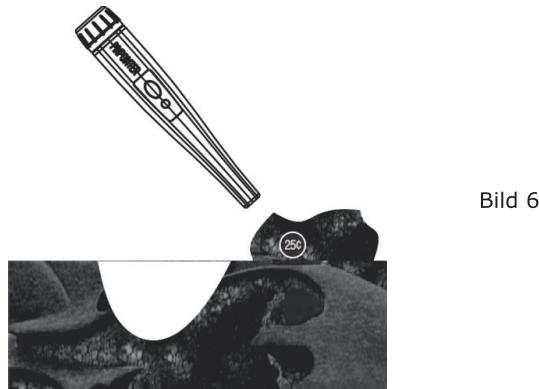

Bild 6
3. Wenn das gesuchte Objekt tief vergraben liegt und außerhalb des Suchbereichs des Pinpointers liegt, sollten Sie zur genaueren Positionsbestimmung erneut den Metalldetektor verwenden. Nachdem Sie die Position festgestellt haben, können Sie mit dem Graben beginnen. Sie sollten die bereits aufgeschüttete Erde mit dem Pinpointer überprüfen, um festzustellen, ob Sie das gesuchte Objekt bereits ausgegraben haben, oder ob es sich noch im Boden befindet (Vgl. Abbildung 6).